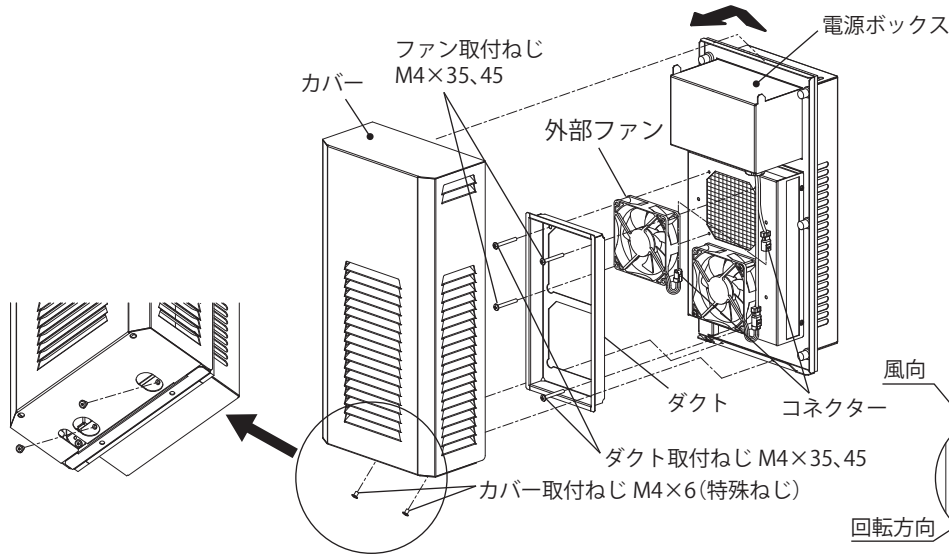

図9 外部ファン交換方法
1. 付属のL型レンチ(ヘキサロビュラ No.8用)によりカバー取付ねじ(特殊ねじ)を外し、カバーを取り外してください。(図9)